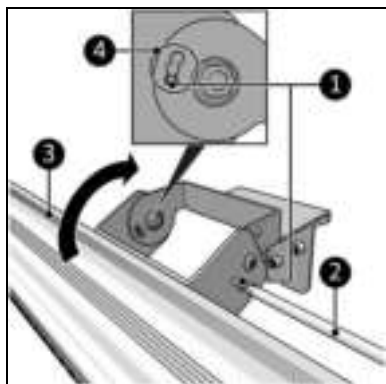

Figur 10
- Avtagbar från väggen (Figur 10).
1. Fäst upphängningsfästet (Figur 10, pos. 2) horisontellt på väggen genom att använda de fyra ankarbultarna (Figur 10, pos. 1) och de fyra muttrarna (Figur 10, pos. 3).
2. Placera upphängningsfästet (Figur 9, pos. 2) bakom väggfästet (Figur 10, pos. 2).
3. Fäst vingbulten (Figur 10, pos. 4) i upphängningsfästet (Figur 9, pos. 2).